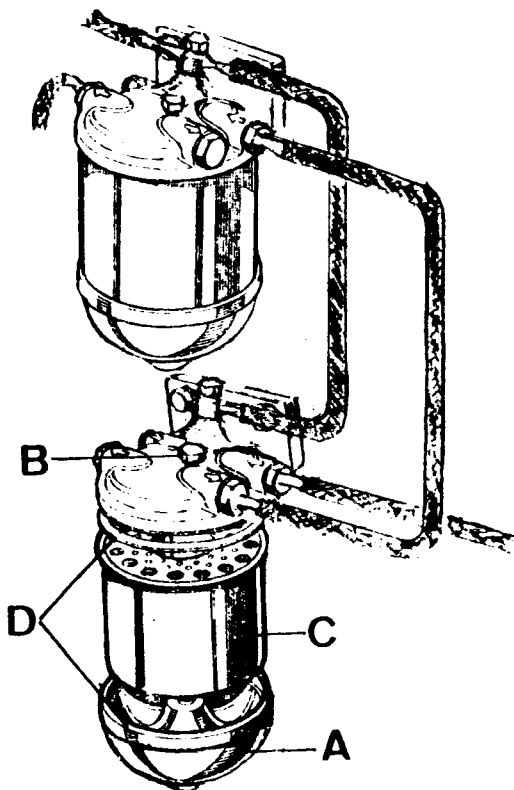

Fig. A3-14 Cambio de los cartuchos filtrantes de combustible
- 1.3. Sujetar con la mano la cuba del filtro, A (Fig. A3-14), desenroscar el tornillo de fijación, B, con lo que quedará suelto el cartucho, C, y la cuba.
- 1.4. Desechar el cartucho usado, C, (Fig. A3-14), y las juntas de caucho, D.
- 1.6. Colocar en sus alojamientos nuevas juntas de caucho, D (Fig. A3-14).
- 1.7. Instalar el nuevo cartucho, C (Fig. A3-14), haciéndolo encajar en la espiga de la parte superior, con los orificios perforados hacia arriba.
- 1.8. Colocar la cuba, A (Fig. A3-14) y fijar el conjunto con el tornillo, B.